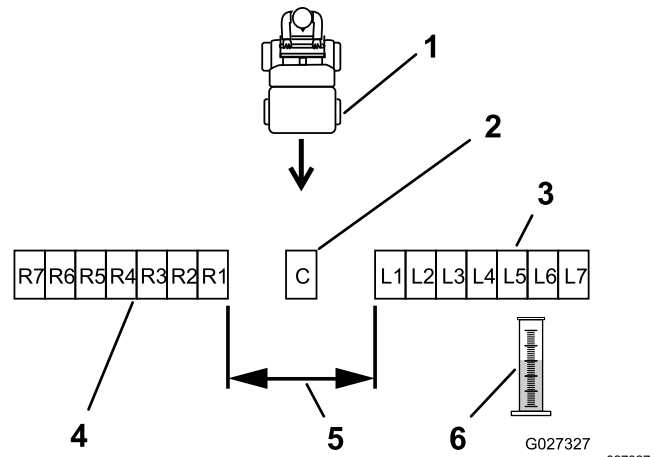
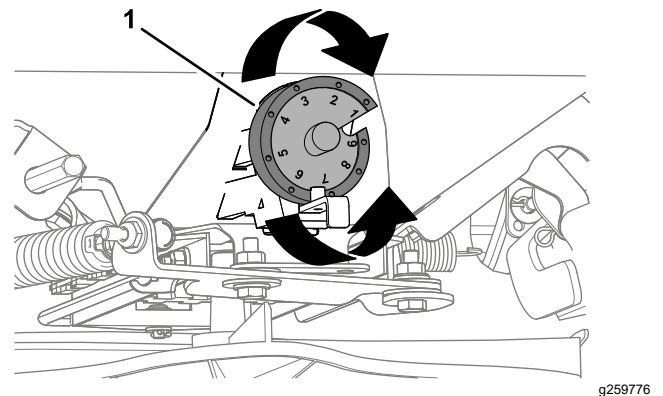

**Figure 22**
**Figure 23**
2. Placez les autres bacs en ligne droite, comme montré à la Figure 22 ou la Figure 23.
- Pour les produits granulaires de gros calibre : Placez 6 autres bacs de chaque côté en les espaçant de 30 cm (12 po) (Figure 22).
- Pour les produits granulaires de petit calibre : Placez six autres bacs côte-à-côte de chaque côté (Figure 23).
6. Étiquetez chaque éprouvette de dosage en fonction du bac correspondant (par exemple L2, L1, Central, R1, R2); voir Figure 22 et Figure 23.